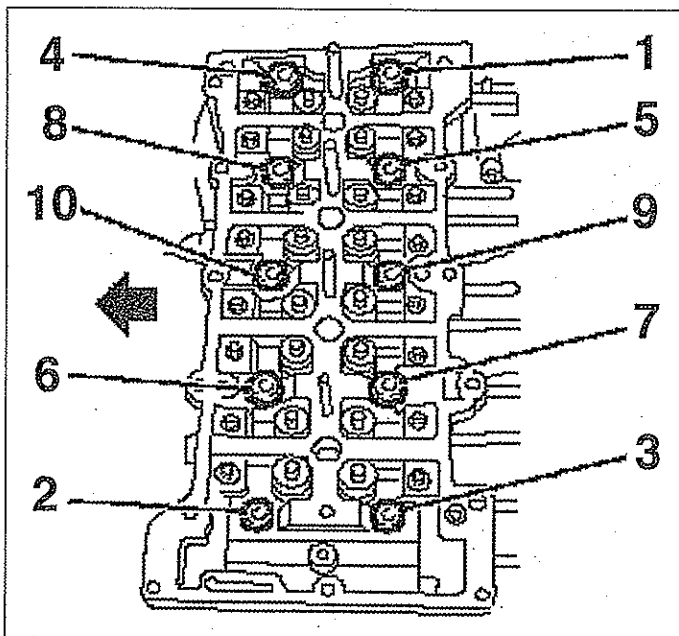

FIG. 28
- los 10 tornillos de la culata respetando el orden de aflojado (fig. 28).